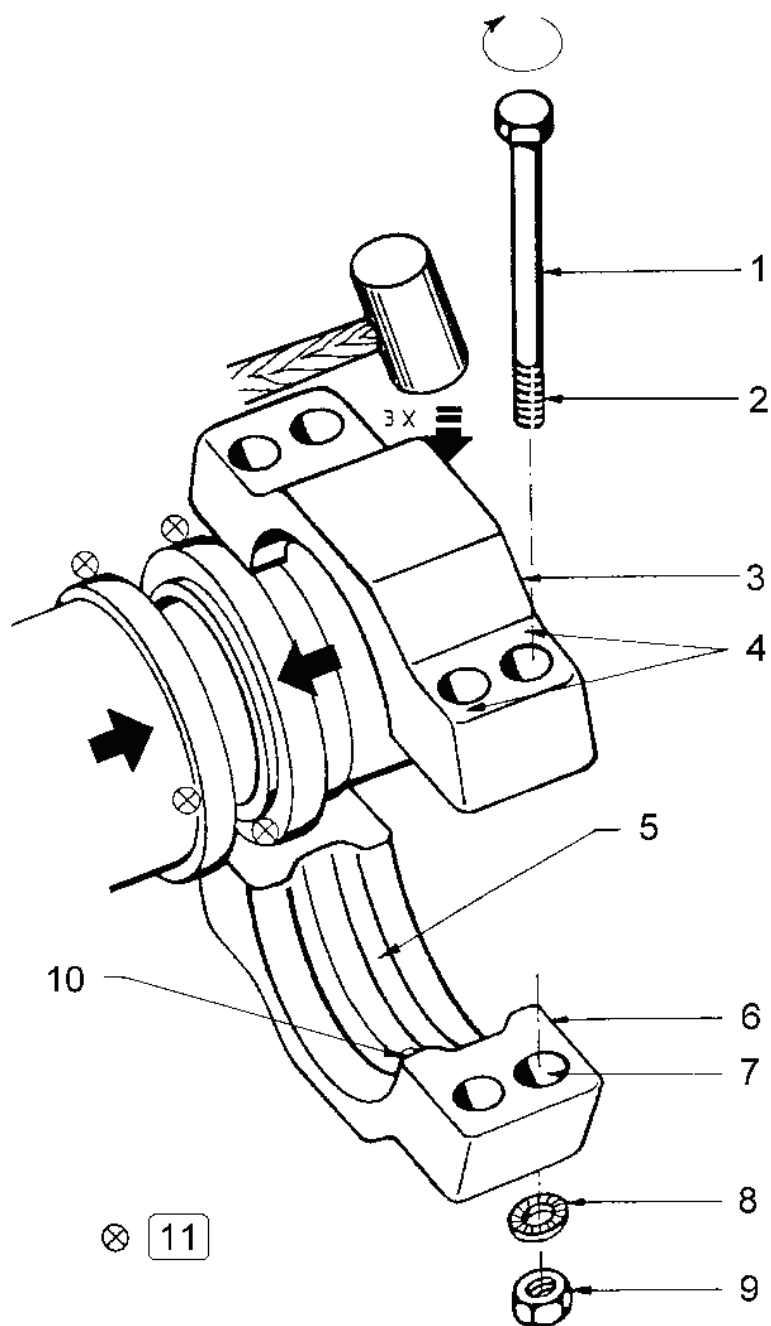

Figura D-13. Bridas de acoplamiento – Esquema de principio
- Montar la segunda brida (2) y atornillarla a mano mediante nuevas tuercas (5) y nuevas arandelas de seguridad (6).
- Dar ligeros golpes con un martillo para que las bridas puedan sentarse (amortiguar los golpes mediante un trozo de madera, Figura D-13).
- Llenar los intersticios entre los tornillos y los agujeros de las bridas con grasa AUTOL-TOP 2000 (Figura D-13).